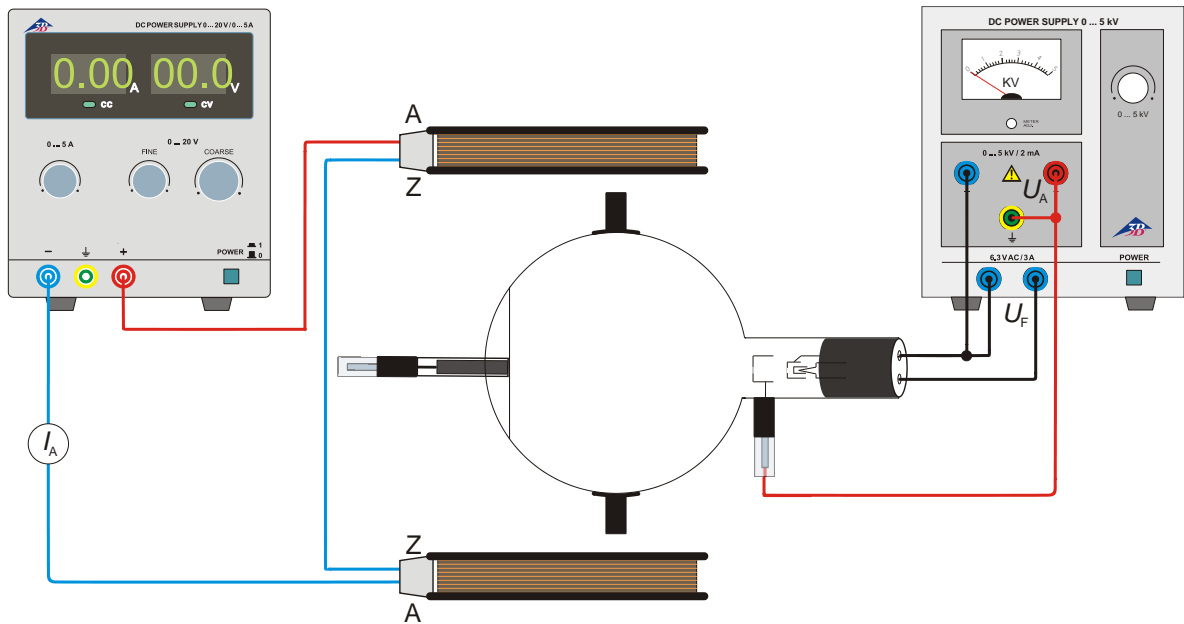

Fig. 3 Valutazione della carica elettronica specifica e/m
- Realizzare il collegamento come illustrato in fig. 3. In caso di deviazione dei raggi elettronici nella tazza di Faraday, per la carica specifica e/m vale: